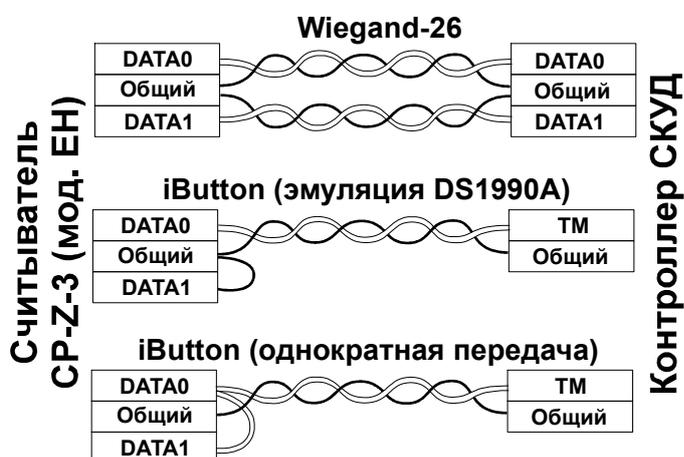

Рис.1 Выбор протокола передачи.
- при подключении по Wiegand-26 первая витая пара подключается между GND и DATA0, а вторая витая пара подключается между GND и DATA1 (см.рис. 1).